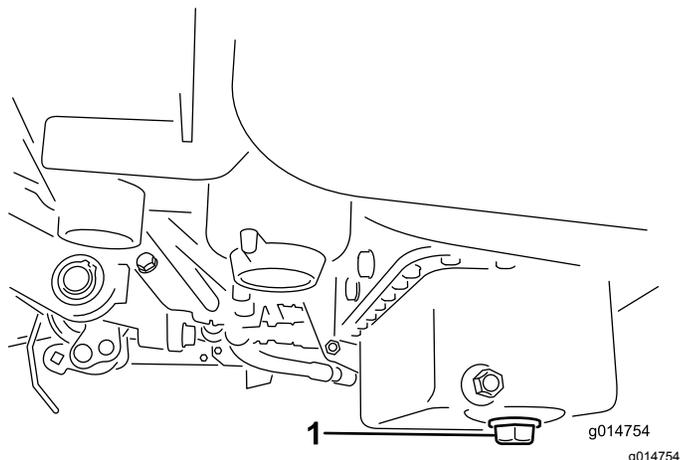

Рисунок 46
- Снимите сливную пробку и дайте маслу вытечь в сливной поддон. Когда масло перестанет течь, установите сливную пробку на место (Рисунок 46).